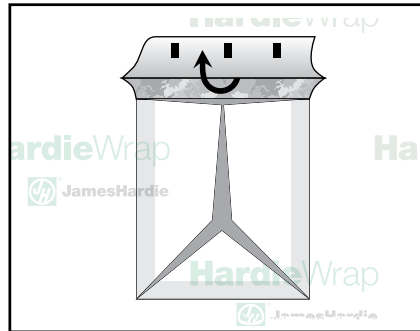

ilustración 4
Paso 2: Doble la solapa de arriba para que no esté en medio y sujétela temporalmente (ilustración 4).